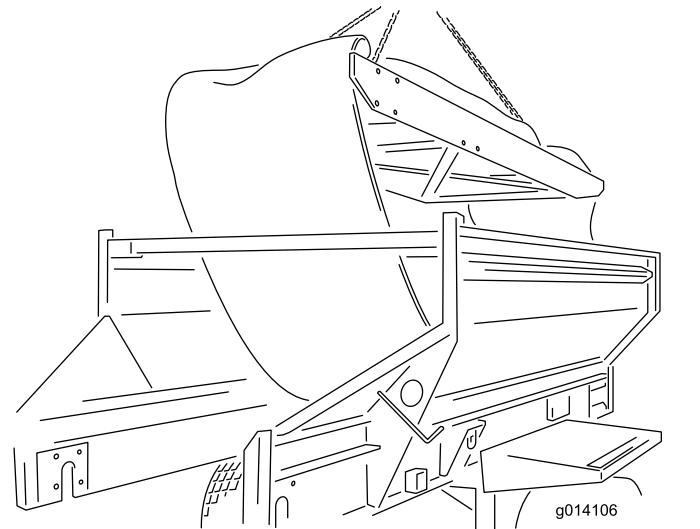

Bild 61
24. Entfernen Sie den Einsatz, indem Sie ihn von oben aus der Maschine heben. Stellen Sie ihn auf den Boden (**Bild 61**).